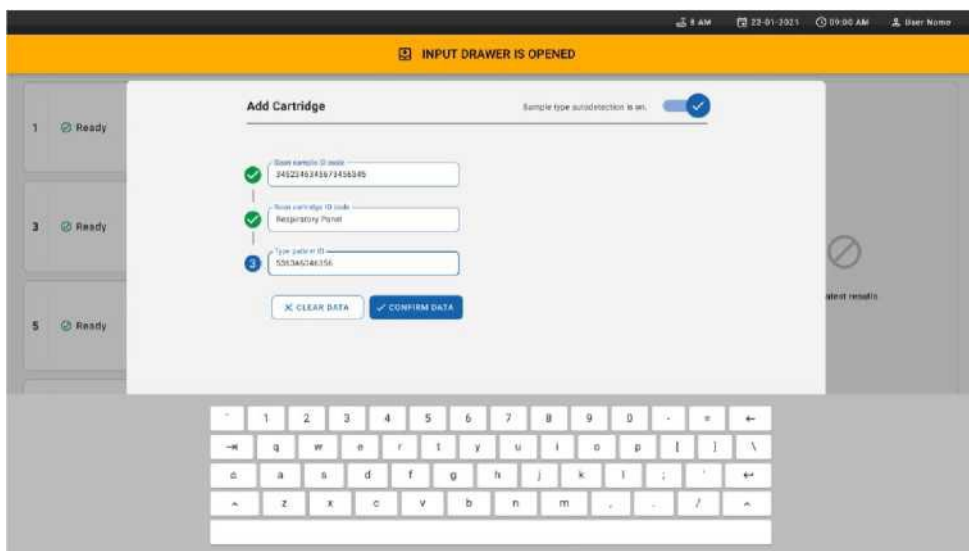

Рис. 26. Введите идентификатор пациента, затем подтвердите данные
10. Введите идентификатор пациента (идентификатор пациента должен быть установлен на «ON»), затем подтвердите данные (рис. 26).